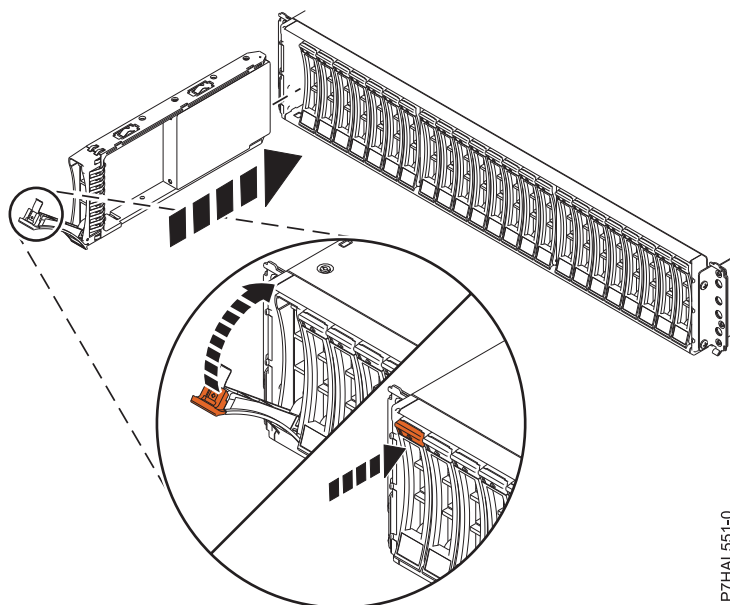

Figura 37. Substitució d'una unitat de disc a l'allotjament d'unitats de disc
3. Amb la nansa en posició desbloquejada, tal com es mostra a Figura 37 a la pàgina 39, aguanteu la part inferior de la unitat mentre l'alíneu amb les guies a la unitat d'expansió.
8. Bloquegeu la unitat fent girar la nansa del compartiment (A) en la direcció que es mostra a Figura 37 a la pàgina 39.